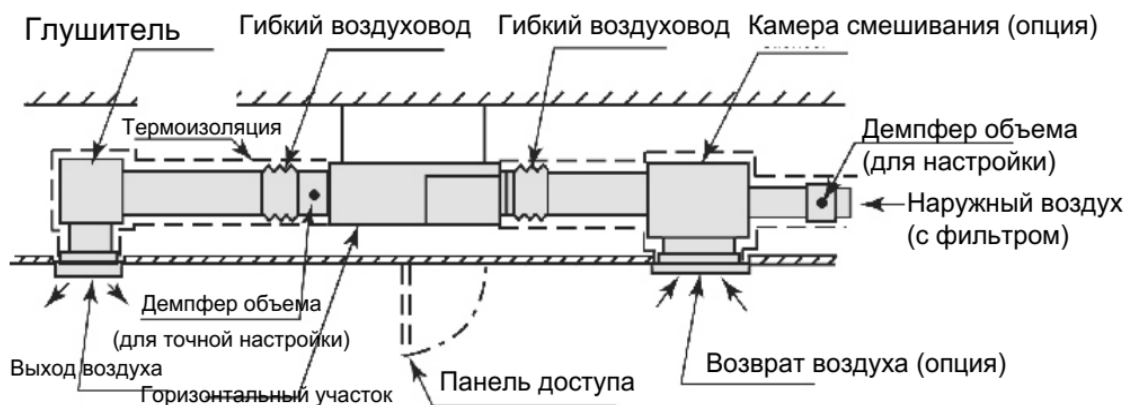

Рисунок 4.8. Монтаж воздухопроводов.
(1) Для эффективной минимизации шума и вибрации, воздухопроводы подключаются к внутреннему блоку при использовании гибких вставок (рис. 4.8). Внутренний блок имеет фланец с отверстиями для подключения воздухопроводов.
(2) Установите резиновые амортизаторы на болты для подвешивания (шпильки) для минимизации вибрации.
(3) Материал трубопроводов не должен быть легковоспламеняемым.
(4) Для защиты воздухопроводов от образования влаги, установите на них теплоизоляцию.